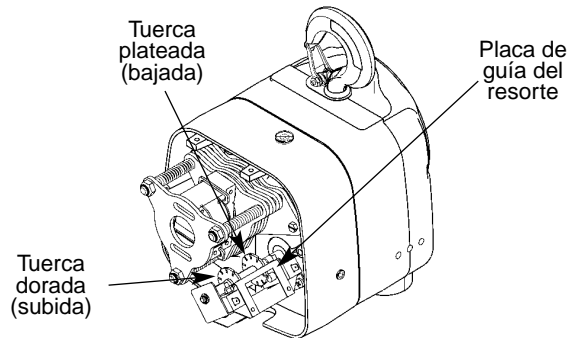

Figura 3 — Conjunto del limitador de izaje
- Use un destornillador para forzar la placa de guía de resorte fuera de las ranuras en las tuercas del limitador de izaje (vea la Figura 3). Desenrosque la tuerca dorada hasta el centro del eje con rosca. No desconecte los alambres de los limitadores de izaje.
Vea la Figura 3.